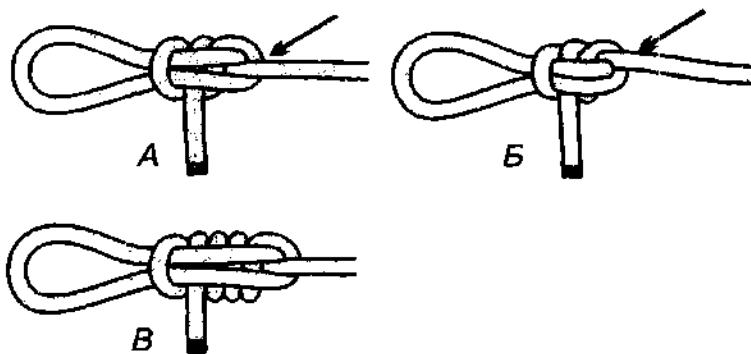

Рис. 185. А – совершенная петля со шлагом; Б – строповая петля со шлагом; В – совершенная петля с тремя шлагами.
**Совершенная петля** станет крепче и менее тугой, если связать её с большим количеством шлагов (рис. 185 А, В). Дополнительные шлаги меняют свойства узла в лучшую сторону, а именно, узел становится не только более крепкий и надёжный, но самое главное, он легко и быстро может быть развязан. Такую «облагороженную» **совершенную петлю** уже можно вязать и на более толстых верёвках. С
время завязывания петли, первый шлаг необходимо оставлять большего размера, так как из него формируется рабочая петля. При завязывании узла шлаги кладутся вплотную друг к другу. В узле может быть до 8 шлагов. **Совершенная петля со шлагами** очень похожа на **строповую петлю со шлагами** (рис. 185 А, Б).